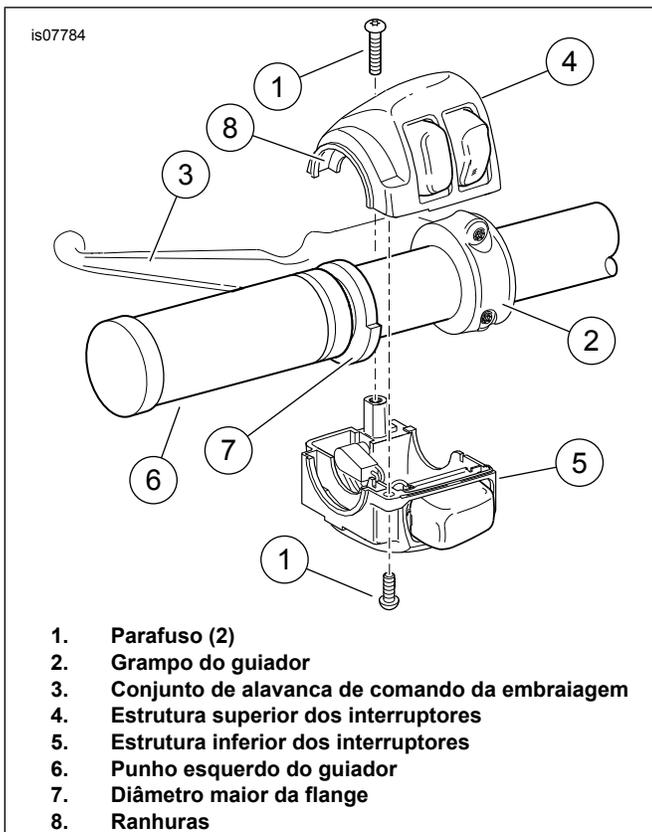
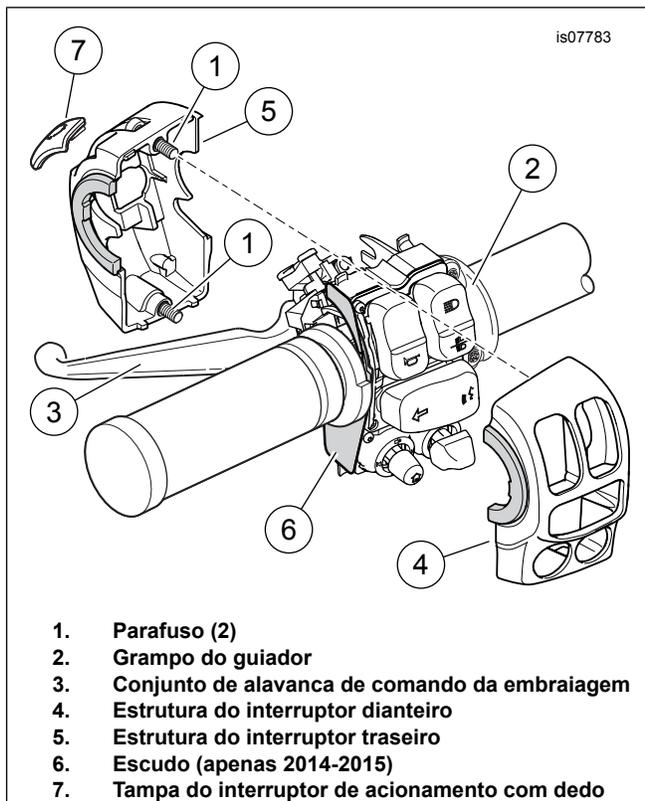

Figura 1. Estrutura do interruptor do guidador do lado esquerdo (Touring de 2008-2013 e Softail de 2006 e posteriores)
Figura 2. Estrutura do interruptor esquerdo do guidador (Touring de 2014 e posteriores)
- a. Consultar Figura 1 ou Figura 2. Desaperte dois parafusos (1) e o grampo do guidador (2).
- b. Posicione o conjunto da alavanca manual da embraiagem (3) afastado da estrutura do interruptor.
1. Ver Figura 1 . Posicione o punho aquecido do lado esquerdo (6) de forma a que a parte da flange com maior diâmetro (7) fique por baixo. Pressione o punho totalmente contra o guiador.
- a. Posicione a estrutura inferior dos interruptores debaixo do punho. As ranhuras (8) no lado exterior da estrutura do interruptor devem encaixar sobre a flange na extremidade do punho.
- Ver Figura 2. **Modelos de 2014-2015:** Verifique se a blindagem (6) está na posição correta na parte de fora do módulo de interruptores.
- Monte as secções da estrutura dos interruptores (4, 5) no módulo de interruptores. Aperte os parafusos cativos (1) até ficarem justos.
- Monte o conjunto da alavanca de controlo da embraiagem (3).
- Monte o grampo do guiador (2) com os dois parafusos removidos anteriormente, mas não os aperte.